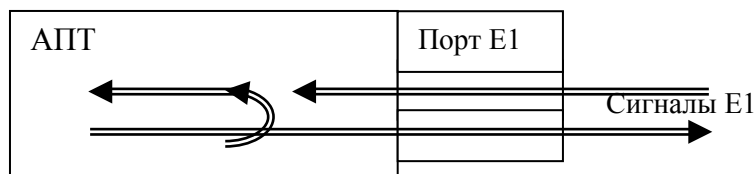

Рисунок 2 – Шлейф, устанавливаемый командой «loop ... i»
**ILOOP** (Inward Loop) – это логический шлейф, образуемый в АПТ по соответствующей команде и «заворачивающий» сигнал, поступающий из АПТ на выход порта, в обратное направление (в направлении «от порта»). При этом указанный сигнал продолжает поступать и на выход порта (рисунок 2)